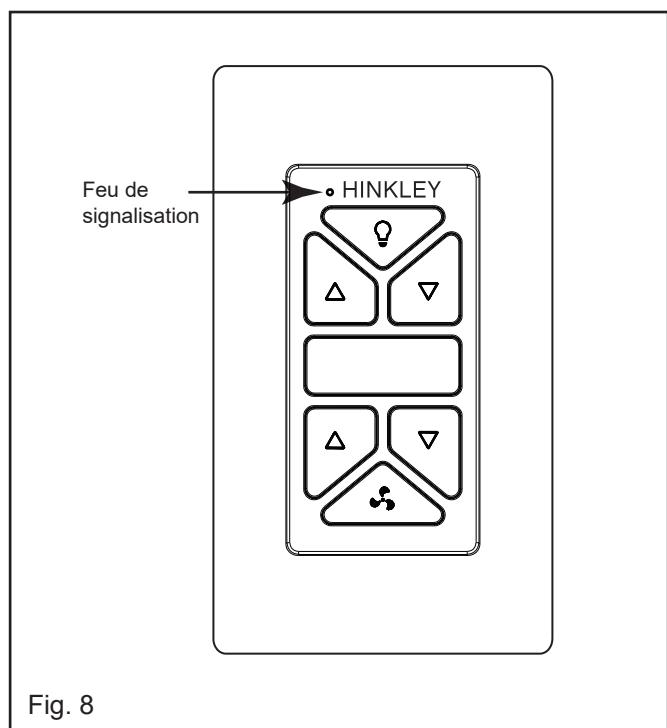

Fig. 8
5. Feu de signalisation. (Fig. 8)